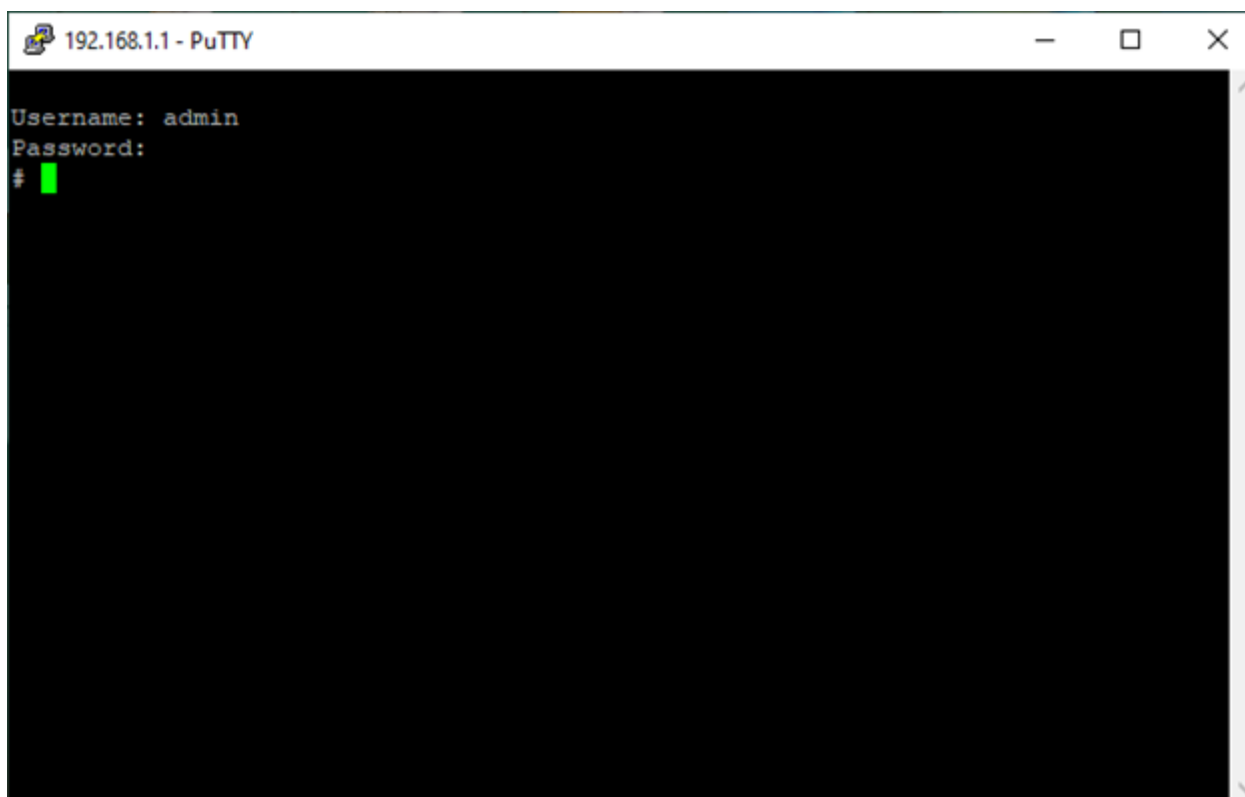

Рисунок 2.2.7 – Авторизация
- 6 Пройдите авторизацию. Если приглашение к вводу логина и пароля не поступило, нажмите «Enter» (рисунок 2.2.7).